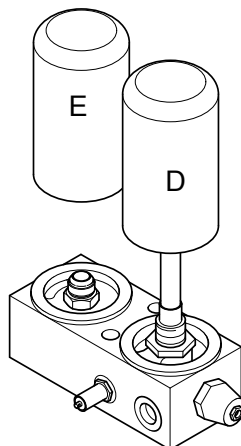

Рис. 6.3
6.6**Замена масляного фильтра (см. рис. 6.3)**
(см. рис. 6.3)**